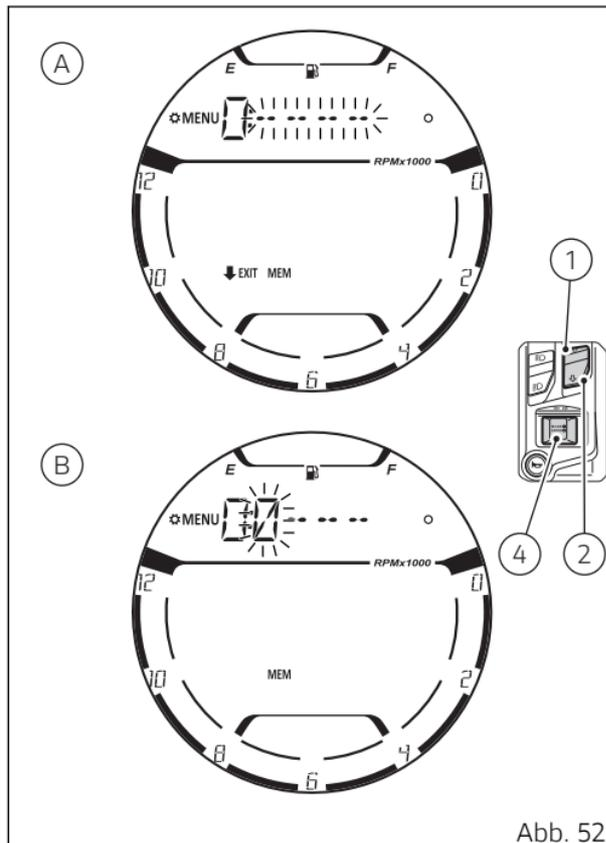

Abb. 52
- 2) wird auf jedes Drücken der Taste (1) die Ziffer um eine Zahl (+ 1) bis zum Erreichen der Zahl „9“ erhöht und daraufhin wieder bei „0“ begonnen
- 3) auf jedes Drücken der Taste (2) wird die Ziffer um Eins (-1) bis zum Erreichen der Zahl „0“ gemindert und daraufhin wieder bei „9“ begonnen
- 4) Zur Bestätigung der gewählten Zahl und zum Übergang auf die nächste die Taste (4) drücken, die dann in die Blinkfunktion schaltet.
- Wird die Taste (4) zur Bestätigung der vierten und letzten Zahl gedrückt, wird das Cockpit den eingegebenen PIN überprüfen:
- Im Fall eines nicht korrekt eingegebenen PIN Codes zeigt das Cockpit 2 Sekunden lang die Angabe „ERROR“ blinkend an und hebt daraufhin wieder die vier Striche „- - - -“ des alten PIN für einen neuen Eingabeversuch des Codes (A,Abb. 52) hervor.